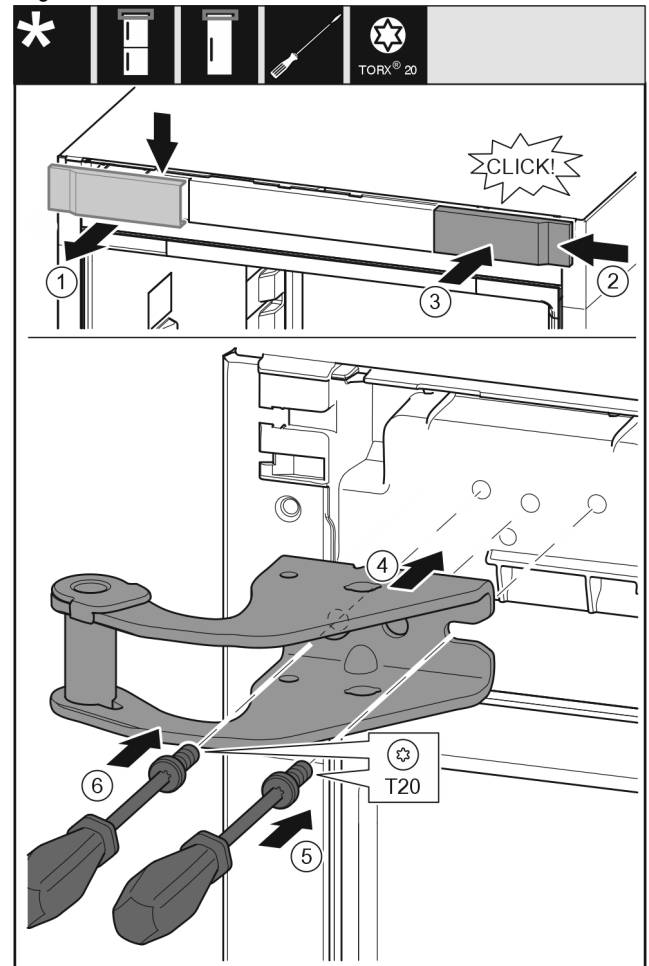

Fig. 15
- ▶ Abdeckung Fig. 15 (1) von oben nach vorne abnehmen.
- ▶ Abdeckung Fig. 15 (2) um 180° gedreht auf der anderen Seite von rechts einhängen.
- ▶ Abdeckung Fig. 15 (3) einrasten.
- ▶ Oberen Lagerbock Fig. 15 (4) ansetzen.
- ▶ Schraube Fig. 15 (5) mit Schraubendreher ansetzen und festdrehen.
- ▶ Schraube Fig. 15 (6) mit Schraubendreher ansetzen und festdrehen.